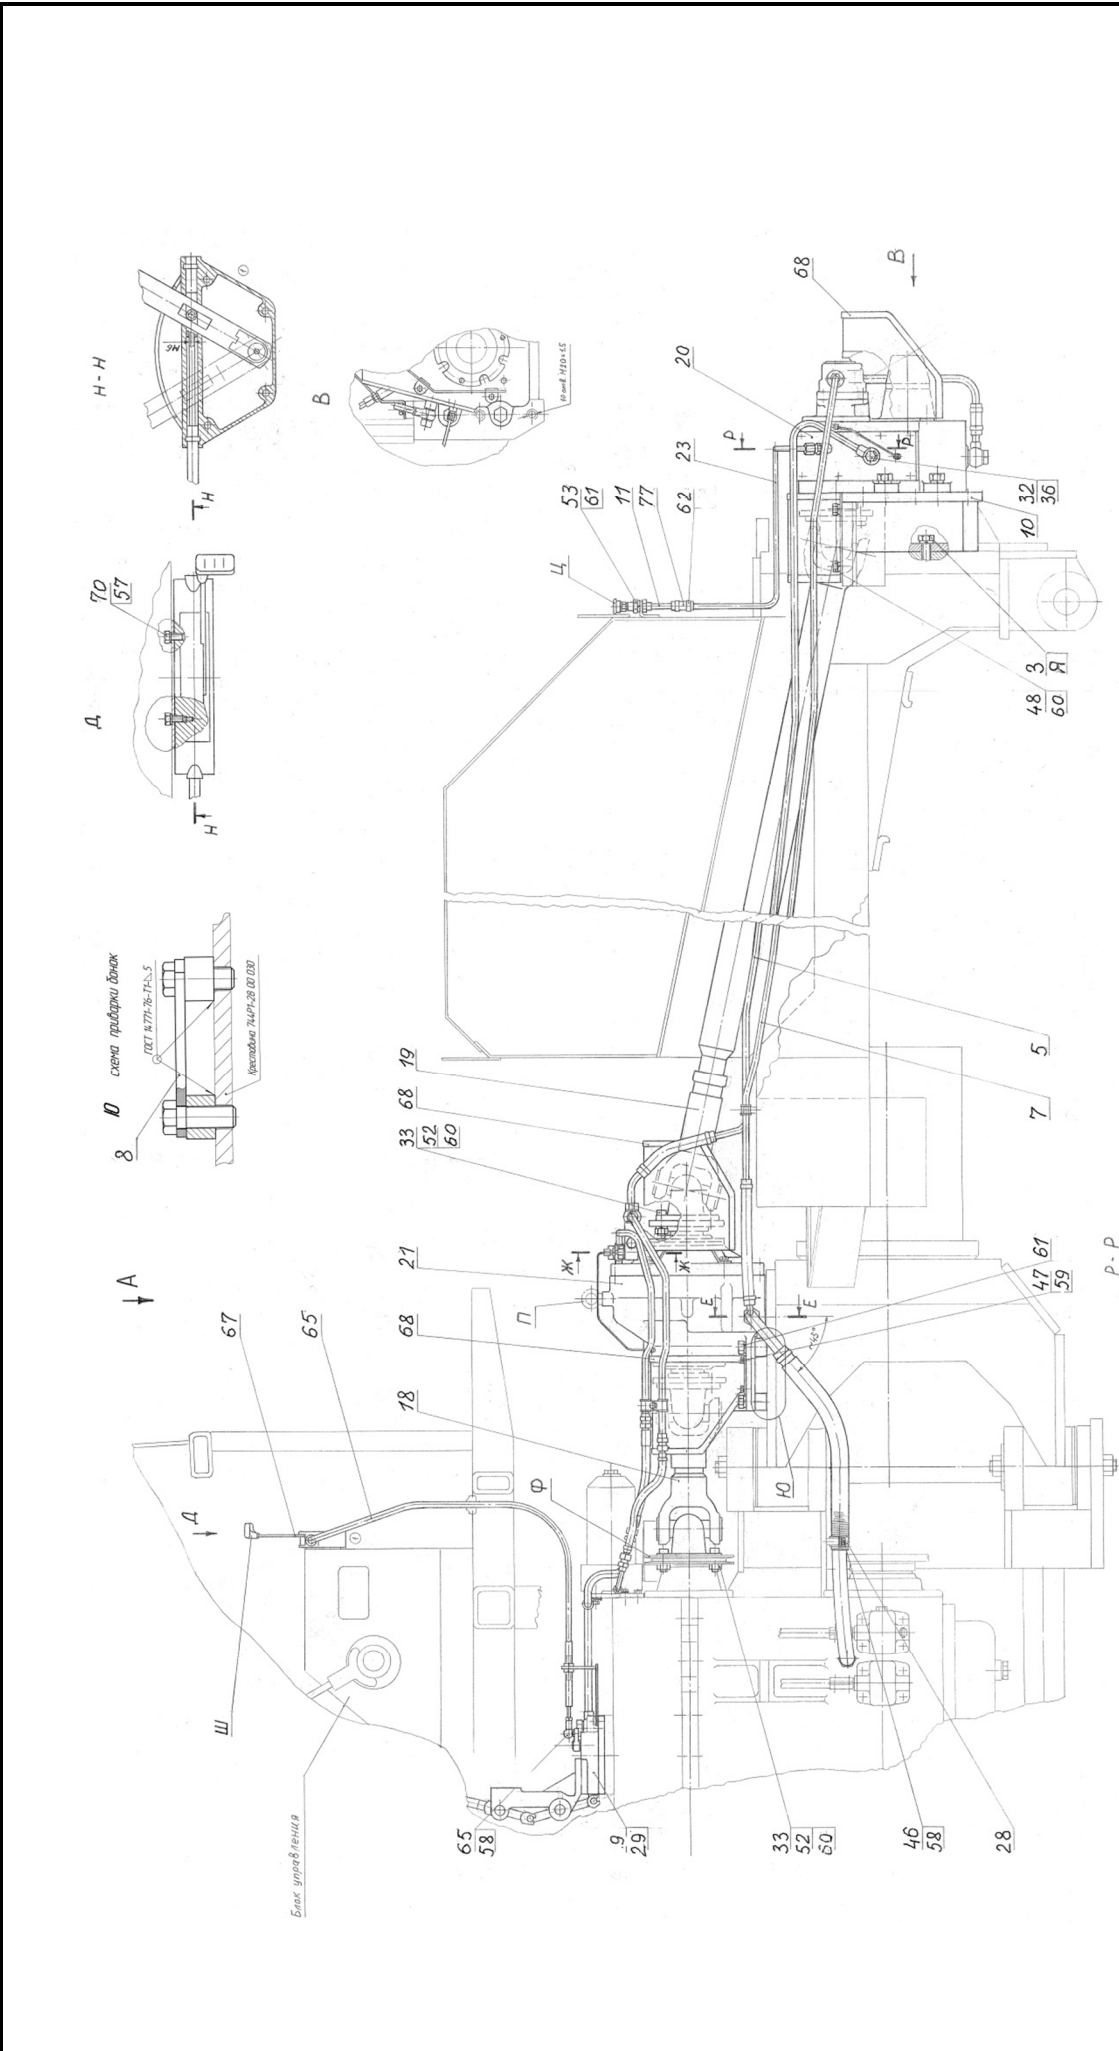

Рис. 3
3.2.2 Производить сборку и монтаж МОМа на трактор в соответствии с рис. 3, 4. Номера позиций на чертеже соответствуют порядковым номерам перечня (листы 2...4).
– для установки муфты соединительной поз. 21 необходимо приварить 4 бонки 744Р1-2800028-1 (рис. 3, элемент Ю). Для этого установить приспособление поз. 8 (744Р-4200090), на котором закреплены эти бонки, выступающими концами болтов М20х1,5 в 4 отверстия  $\varnothing 22$  на крестовине задней полурамы и выполнить сварной шов на половине длины окружности бонок. После этого снять плиту приспособления и выполнить полную приварку.
– демонтировать основание 744P-2800060-01 и на его место установить основание поз. 10 (рис. 3), закрепив его штатными болтами "З" с шайбами "Я". Момент затяжки болтов  $45^{+5}$  кг·м;